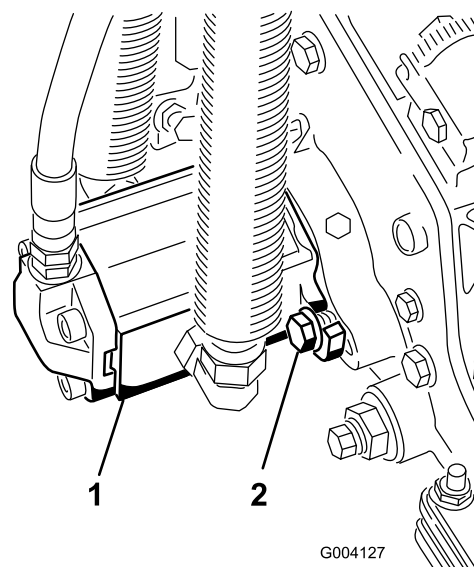

Figura 20
16. Instale el motor girándolo en el sentido de las agujas del reloj de modo que las bridas del motor no choquen con los pernos (Figura 20). Gire el motor en el sentido contrario a las agujas del reloj hasta que las bridas rodeen los pernos, luego apriete los pernos.